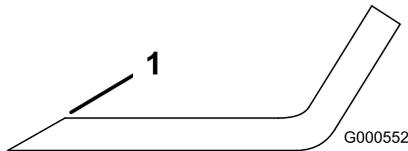

Figure 78
1. Au moyen d'une lime, aiguissez les tranchants aux deux extrémités de la lame (Figure 78).
**Remarque:** Si la lame est déséquilibrée, limez un peu l'extrémité de l'ailette seulement (Figure 78).